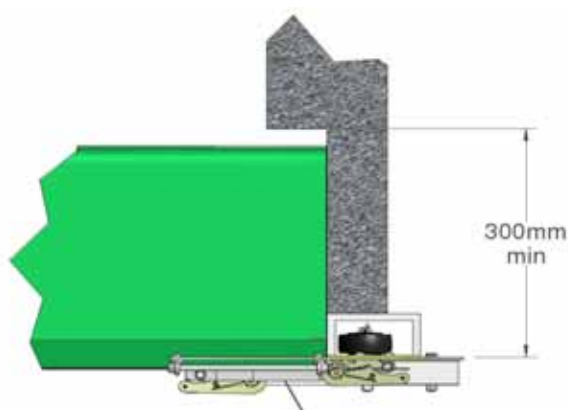

Abbildung 15a
- 16.2 Verlängerungen um mehr als 400 mm: Achten Sie neben dem oben erwähnten Paneelschutz darauf, dass sich an beiden Seiten der Schiene ein Freiraum von 300 mm befindet, so dass das Paneel sich einfallen kann (Abbildung 15a).